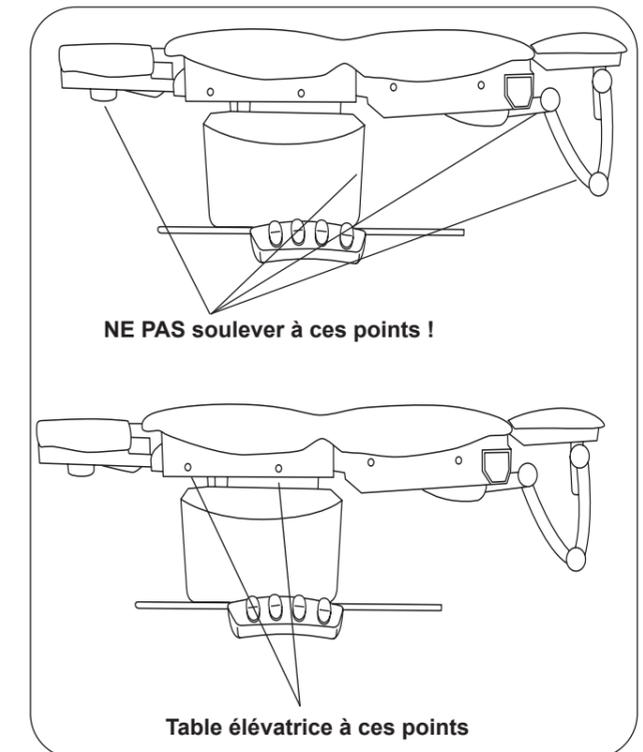

Figure 3. Points Table Monter
2. Retirez la table du patin de transport en la faisant glisser par l'avant. Veillez à soulever la table aux bons endroits, comme indiqué sur la figure 3. Positionnez la table à l'emplacement souhaité dans la pièce.